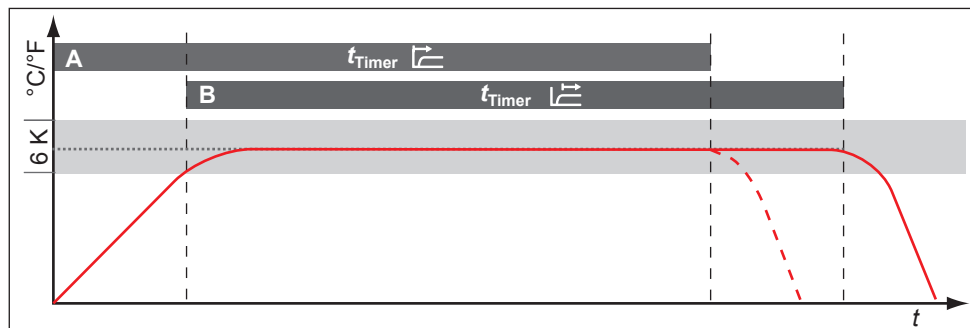

Bild 26 Timer mode (timerläge)
Här kan du ställa in om den digitala baklängesklockan med måltidpunktsanvisning (Timer, se sidan <?>) ska arbeta börvärdesberoende eller inte – frågeställningen är om timerens körtid ska inledas först när ett toleransband av $\pm 3\text{ K}$ har nått börtemperatur (Bild 26, B), eller redan omedelbart efter aktiveringen av timern (A).